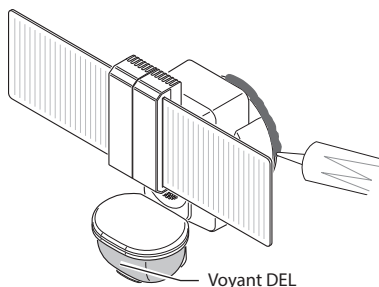

Figure 8
- Appliquez un scellant d'étanchéité (non fourni) entre la plaque de montage et la surface de montage (voir la Figure 8).
- Parcourez la zone de détection en notant où vous trouvez lorsque les lumières s'allument. Le voyant DEL situé derrière la lentille du détecteur de mouvement deviendra également bleu lorsqu'un mouvement est détecté (voir la Figure 8). *Remarque :* le voyant DEL bleu s'éteint une fois qu'aucun mouvement n'a été détecté pendant 30 secondes.